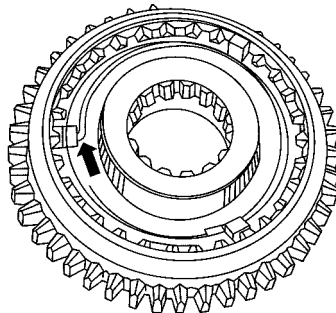

图 3 - 47 安装同步器(四)
⑧ 装上一档和二档同步器 ,如图 3 - 48 所示。同步器壳体的槽应朝一档齿轮。
⑨ 装上一档齿轮滚针轴承的内圈。装上一档同步环、一档齿轮、一档齿轮滚针轴承。只要更换下列的任何一个零件 ,调整垫片 S3 的厚度就要重新进行计算。